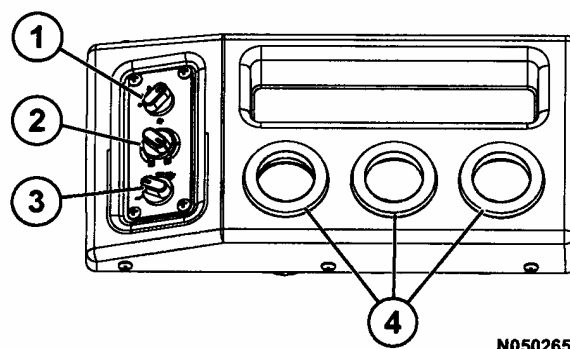

FIGURA 32-6. CONTROLES DEL CALEFACTOR/AIRE ACONDICIONADO
La perilla de control del ventilador (1, Figura 32-6) controla el motor del ventilador de aire de la cabina. El motor del ventilador es un motor de 3 velocidades: bajo (ajuste 1), medio (ajuste 2) y alto (ajuste 3). Las velocidades se seleccionan girando la perilla de control hacia la derecha hasta la posición deseada. APAGADO es la posición completamente a la derecha (ajuste 0).
Cada respiradero del calefactor/aire acondicionado (4, Figura 32-6) es del tipo aleta que se puede abrir o cerrar o girar en 360° para un óptimo flujo de aire. Hay cuatro (tres no se muestran) en la parte superior del panel, uno en cada módulo del panel izquierdo y derecho, y cuatro debajo del panel.
La perilla de control de temperatura (2, Figura 32-6) permite al operador seleccionar una temperatura agradable.
- La perilla de control direccional (3, Figura 32-6) dirige aire caliente a diferentes áreas de la cabina.